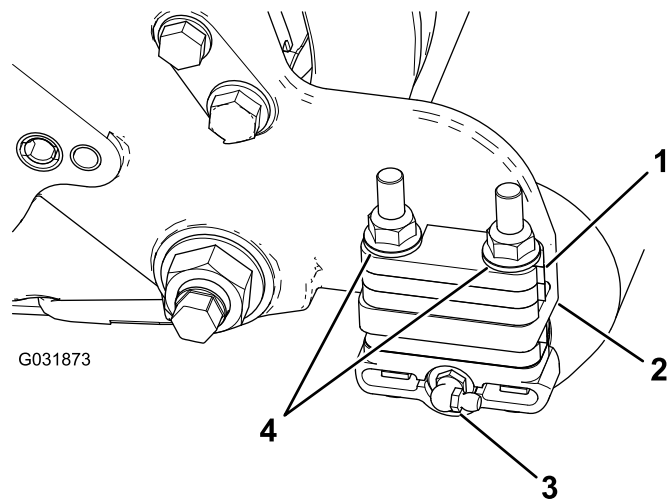

Рисунок 8
2. Установите прямоугольную масленку так, чтобы она была направлена назад (Рисунок 8).
3. Выверните две фланцевые контргайки с шайбами, соединяющие каждый кронштейн катка с боковыми пластинами (Рисунок 8).